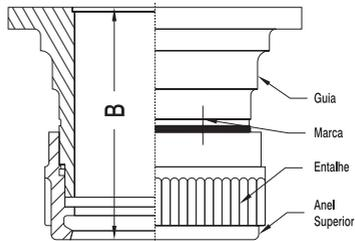

Figura 05
- 6.1.10 Remova o parafuso de bloqueio superior (13B). Remova o conjunto guia e anel de regulagem superior (16) (11B), puxando a guia para cima e tomando cuidado para não alterar o posicionamento do anel. Marque a posição dos entalhes do anel superior em relação à guia, fazendo uma marca vertical na guia e no anel. Anote a dimensão **B** conforme **Figura 05**, estes procedimentos ajudarão a posicionar o anel de regulagem superior exatamente na posição em que se encontrava antes da desmontagem.